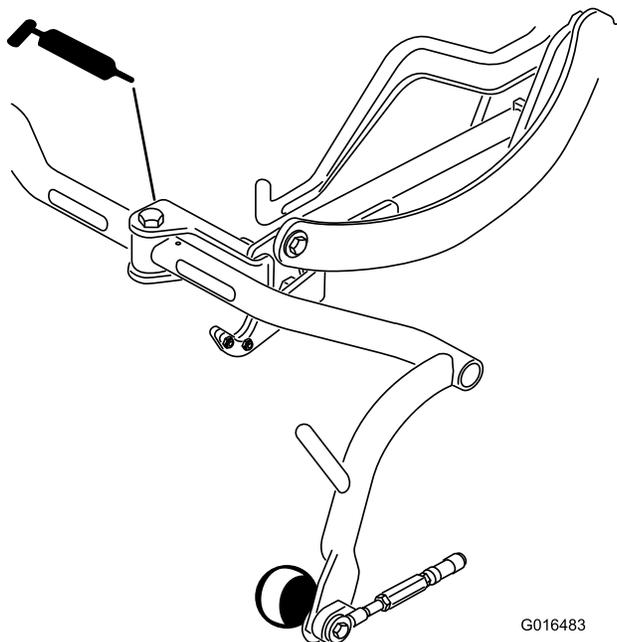

Figura 31
- Articulação da estrutura de suporte (3) (Figura 31)